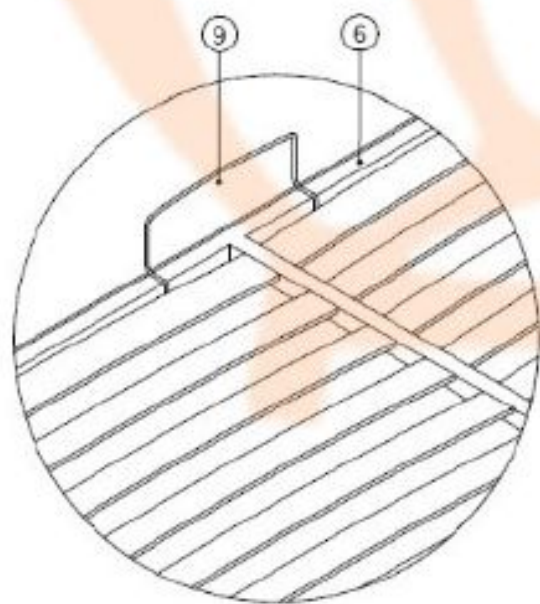

Рис. 7
Установите ограничитель матраса (9) к металлической раме ортопедического основания (6) у изголовья как показано на рис. 7.